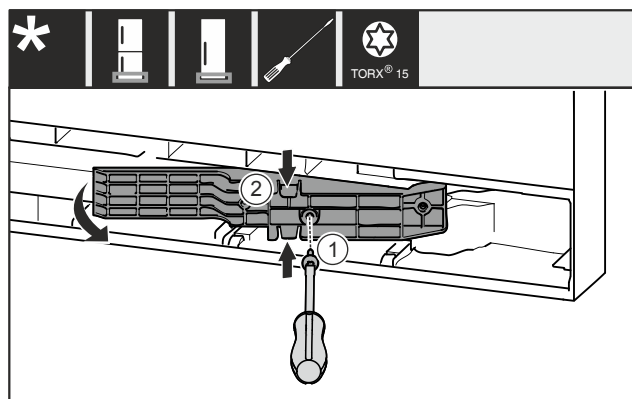

Fig. 21 *
- Retirer la vis Fig. 21 (1)*.
- Compresser légèrement l'adaptateur Fig. 21 (2) par le haut et le bas et le retirer.*